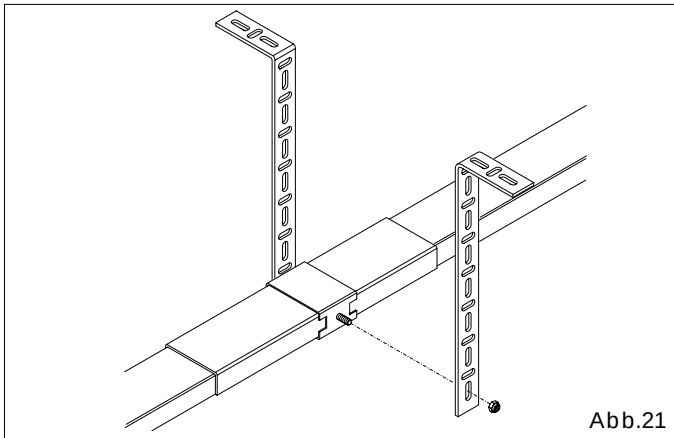

Abb.21
- 6.15 Wird eine zentrale Führungsschiene verwendet, sind die Bügel vorzuformen, mit der Mutter zu befestigen und an der Decke anzubringen (Abb.21).